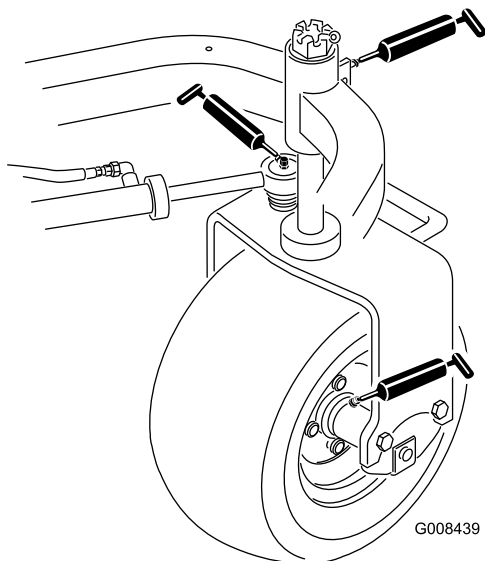

図 29
- ・ 後ホイールハブヶ所 図 29
- ・ キャスタベアリング1ヶ所 図 29
- ・ ステアリングシリンダ2ヶ所 図 29